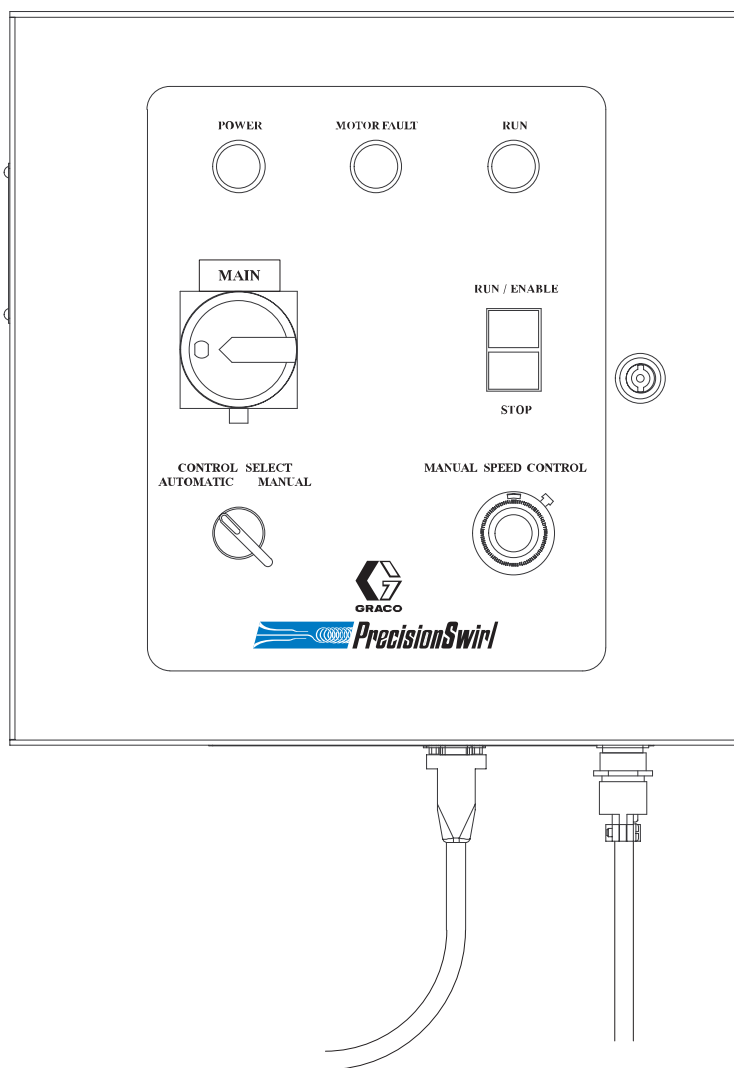

Fig. 16
1. Assicurarsi che l'indicatore POWER mostrato nella fig. 16 sia acceso. Se è spento, posizionare l'interruttore MAIN su ON, accendendo così l'alimentazione ai circuiti del gruppo di controllo PrecisionSwirl.
3. Premere il pulsante nero RUN/ENABLE. Assicurarsi che l'indicatore verde RUN mostrato nella fig. 16 sia acceso.
Per ridurre il rischio di gravi lesioni ogni volta che viene richiesto di rimuovere, cambiare, verificare, pulire o toccare in qualsiasi modo l'ugello, staccare sempre il **cavo di controllo motore** dal gruppo di controllo (vedere fig. 12 a pagina 22), oppure impostare il gruppo di controllo sulla modalità di funzionamento MANUALE tramite l'interruttore CONTROL SELECT (vedere fig. 16 a pagina 27).